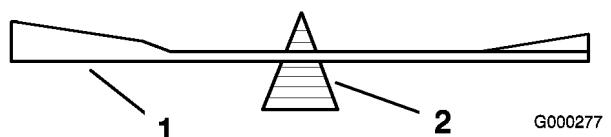
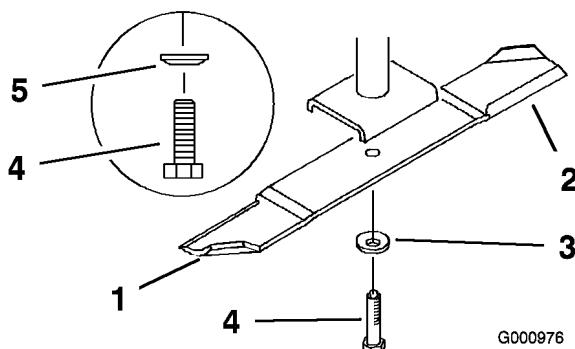

Figure 64
Figure 65
2. Retirez de l'axe le boulon, la rondelle élastique et la lame (Figure 65).
2. Vérifiez l'équilibre de la lame en la plaçant sur un équilibrEUR (Figure 64). Si la lame reste horizontale, elle est équilibrée et peut être utilisée. Si la lame est déséquilibrée, limez un peu l'extrémité de la partie incurvée seulement (Figure 65). Répétez la procédure jusqu'à ce que la lame soit équilibrée.
1. Placez la lame sur l'axe (Figure 65).
2. Installez la rondelle élastique et le boulon de la lame. Le cône de la rondelle élastique doit être dirigé vers la tête du boulon (Figure 65). Serrez le boulon à 115-150 Nm.